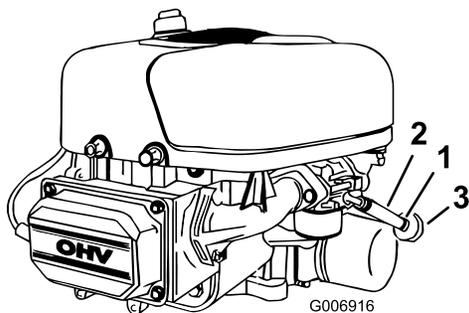

Figura 26
5. Aprite il cofano per accedere al filtro del carburante (Figura 26).
6. Premete le estremità della fascetta stringitubo e sfilatela dal tubo del carburante in direzione del serbatoio (Figura 26).
7. Staccate il tubo del carburante dal filtro (Figura 26) e spurgate la benzina in una tanica o in una bacinella di spurgo.
Il momento più opportuno per sostituire il filtro del carburante (Figura 26) è quando il serbatoio del carburante è vuoto. Non rimontate mai il filtro carburante sporco dopo averlo tolto dal tubo di alimentazione del carburante.
4. Premete le estremità delle fascette stringitubo ed allontanatele dal filtro del carburante (Figura 26).